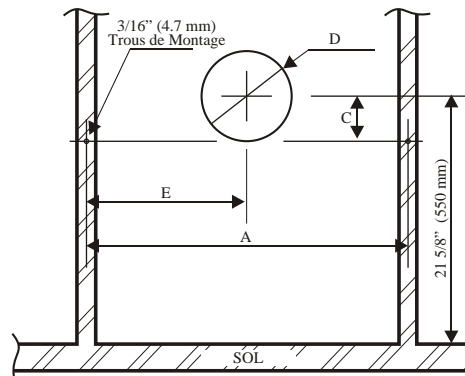

Figure 4
**Note:** la figure 4 montre les dimensions nécessaires pour installer l'appareil au cas où le tableau ne pourrait pas être utilisé ou qu'il serait perdu.